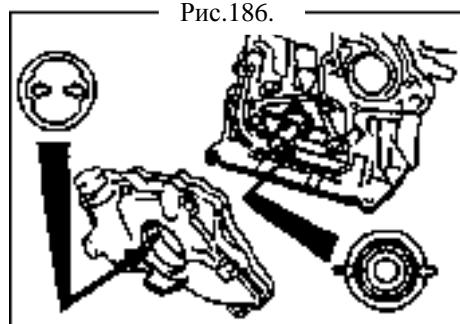

Рис.186.
- 3. Установите масляный насос (рис.186).**